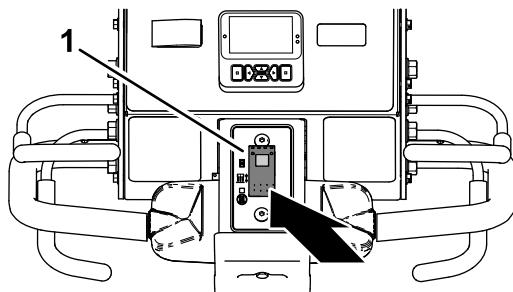

Bild 86
- Drücken Sie den unteren Teil des Absenkenschalters (Bild 86) in die SOFORTIGES ABSENKEN-Stellung.